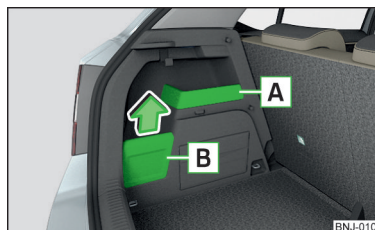

Abb. 111
- Das am Haken aufgehängte Gepäckstück, falls möglich, in das Ablagefach **B** » **Abb. 111 auf Seite 88** einlegen - anderenfalls besteht die Gefahr einer Beschädigung der Ablagefachabdeckung.
- Wird am Haken ein Gepäckstück mit einem Gewicht von mehr als 2,5 kg aufgehängt, dann empfehlen wir, die Ablagefachabdeckung **B** » **Abb. 111 auf Seite 88** abzunehmen - anderenfalls besteht die Gefahr einer Beschädigung der Ablagefachabdeckung.
Das fest verbaute Ablagefach A » Abb. 111 ist zum Ablegen von kleinen Gegenständen bis zu einem Gesamtgewicht von 1,5 kg geeignet.